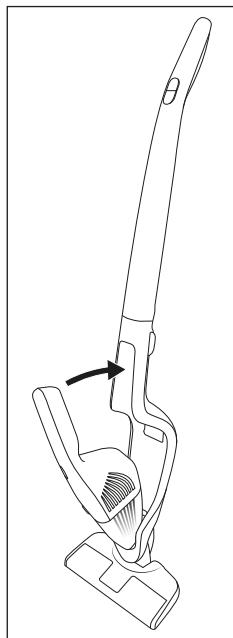

Fig. 2
- Sæt så håndtaget **1** på motordelen **3** ind i skaftet **10**, så motordelen **3** klikker på plads og sidder fast (fig. 2).